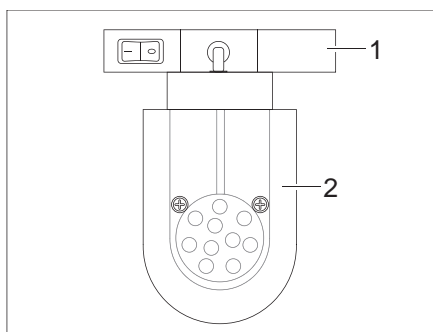

Bild 64 LED-spotlight (exempel)
- Ta tag i hållaren (Bild 64,1) och vrid 90°.
- Ta av LED-spotlightsen (Bild 64,2) från skenorna.
- Sätt in LED-spotlightsen (Bild 64,2) på önskat ställe i skenorna och vrid 90°.